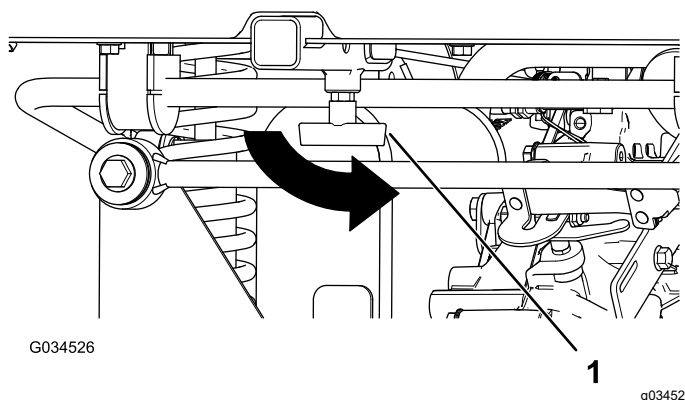

Figura 18
3. Serrate la maniglia a T ruotandola in senso antiorario (Figura 18).